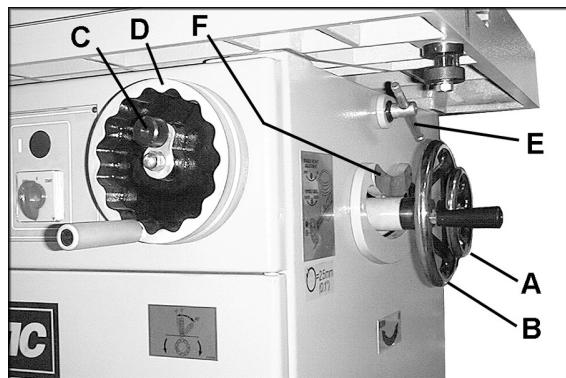

Рисунок 22
1. Ослабьте фиксатор маховика (A, рис. 22) и вращайте маховик (B, рис. 22) против часовой стрелки, чтобы поднять шпиндель, и по часовой стрелке, чтобы его опустить.
2. Затяните фиксатор (A, рис. 22).
1. Ослабьте ручку (C, рис. 22) на переднем маховике (D, рис. 22).
2. Ослабьте два фиксатора (E, рис. 22) с обеих сторон станка.
3. Поверните маховик (D, рис. 22) на требуемый угол наклона, который отображается на шкале (F, рис. 22).
4. Затяните ручку (C, рис. 22) и фиксаторы (E, рис. 22).